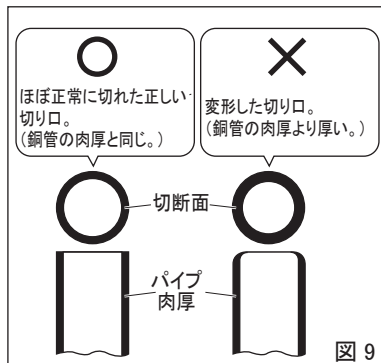

図 9
- ・ 急激に刃を送るとパイプが変形し(図9-右側) 正常なフレア加工が出来なくなります。